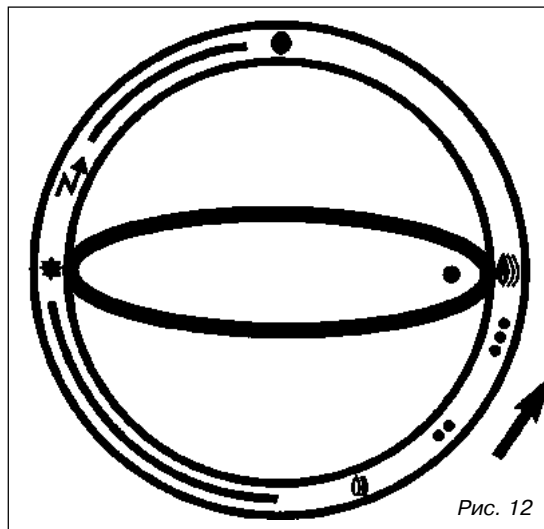

Рис. 12
- Когда запальная горелка воспламенится, подержать ручку несколько секунд в положении "✱" для установления рабочего состояния термпары системы защиты, а затем перевести ручку (поворачивая её по-прежнему в направлении стрелки) в положение между метками "○" и "⦿" (рис. 12).